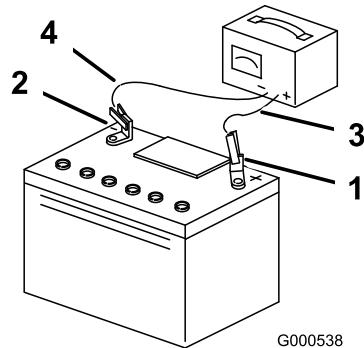

Figure 36
- Quand la batterie est chargée au maximum, débranchez le chargeur de la prise, puis débranchez les fils du chargeur des bornes de la batterie (Figure 36).